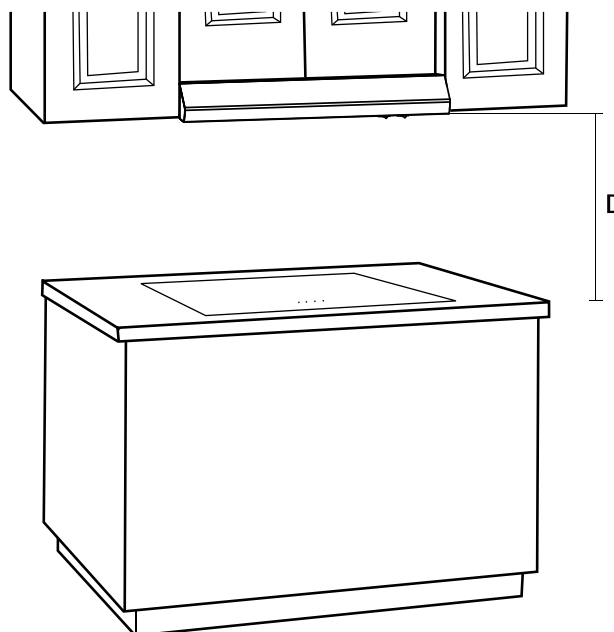

Fig. 1
4. Si vous choisissez d'installer la hotte, comme ci-dessous (Fig. 1), à la distance (D) de la surface de cuisson, prenez des précautions supplémentaires car la hotte peut être très chaude au toucher. Pour cette unité, la distance (D dans la fig. 1) est de 458 mm - 710 mm (18 po - 28 po). Si vous choisissez une installation de 18 po, la température de la surface de la hotte sera élevée si l'appareil est utilisé pendant une cuisson à haute puissance pour un certain temps.